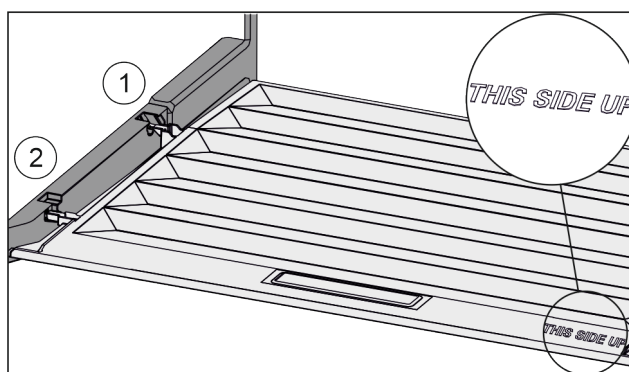

Fig. 34
- ▶ Вставить поперечные ребра крышки через отверстие заднего держателя *Fig. 34 (1)* и защелкнуть спереди в держателе *Fig. 34 (2)*.